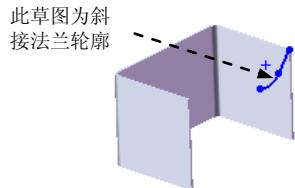
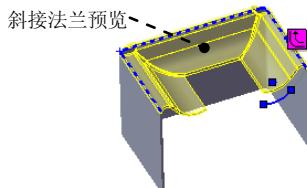
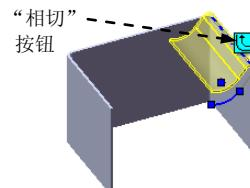

图 10.2.45 定义斜接法兰轮廓
图 10.2.46 斜接法兰的预览
图 10.2.47 定义边线
(1) 定义斜接法兰轮廓。选取如图 10.2.45 所示的草图为斜接法兰轮廓，系统将自动预览如图 10.2.46 所示的斜接法兰。
(2) 定义斜接法兰边线。单击如图 10.2.47 所示的“相切”按钮 ，系统自动捕捉到与默认边线相切的所有边线，图形中会出现图 10.2.46 所示的斜接法兰的预览。
(3) 设置法兰位置。在“斜接法兰”对话框中的“**法兰位置(U):**”区域中单击“材料在外”按钮 。
(4) 定义缝隙距离。在“斜接法兰”对话框中的“缝隙距离”文本框中输入数值 0.10。